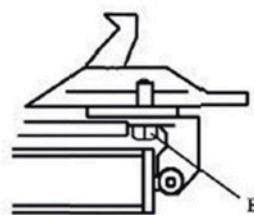

Fig. 10
**Nota:** Após os primeiros 20 dias de uso, reaperte as garras no prato giratório com parafusos de aperto (B) (Fig. 10).